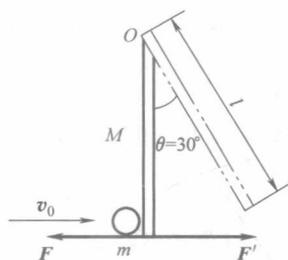

图 1-5
**【例 1-7】** 如图 1-5 所示，质量为  $M$ 、长为  $l$  的均匀直棒，可绕垂直于棒的一端水平轴  $O$  无摩擦地转动。它原来静止在平衡位置上，现有一质量为  $m$  的弹性小球飞来，正好在棒的下端与棒垂直地相撞。相撞后，使棒从平衡位置处摆动到最大角度  $\theta=30^\circ$  处。(1) 设碰撞为弹性碰撞，试计算小球初速  $v_0$  的值。(2) 相撞时，小球受到多大的冲量？